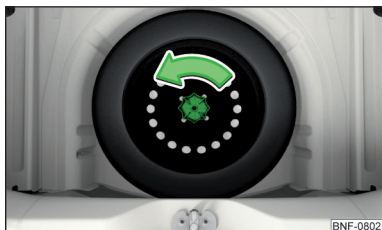

Fig. 150
Roata este situată într-un locaș aflat sub podeaua portbagajului și este fixată cu un șurub de siguranță » fig. 150.
- › Deșurubați șurubul de siguranță în sensul săgeții » fig. 150 și scoateți roata.
- › Înșurubați șurubul de siguranță în sens opus săgeții, până la capăt » fig. 150.